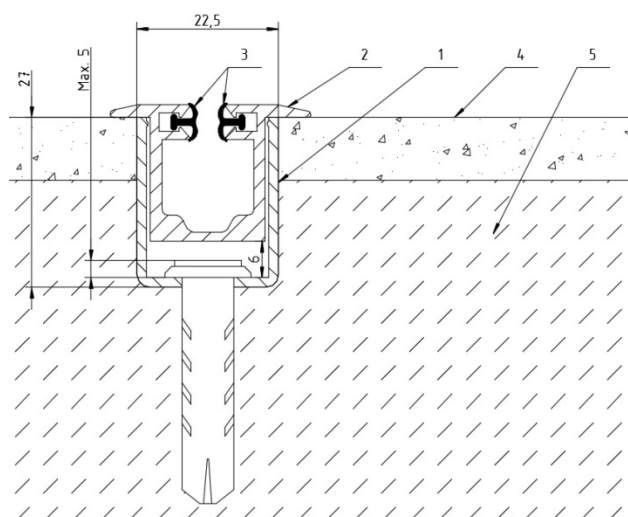

Fig. 3 Méthode de pose du profilé de montage:
- L'ancrage mécanique du profilé de montage est autorisé, de sorte que l'élément de fixation ne fasse pas saillie de plus de $4 \div 5$ mm au-dessus du plan intérieur du profilé, Fig. 3.